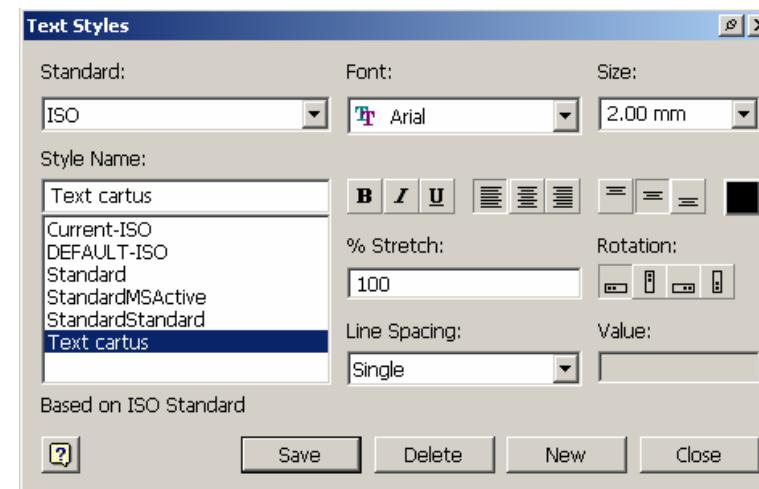

Figura 5.1.3.
- se impun caracteristicile textului, în fereastra **Text Styles**, activată prin opțiunea **Text Styles** din bara **Format** a meniului principal, figura 5.1.3